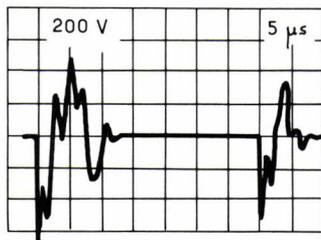
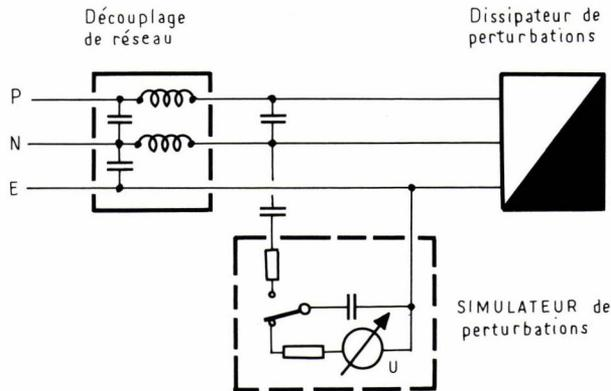

Fig. 5 : Graphe d'un phénomène, à haute énergie et tension très excessive, mesuré près d'une perceuse.
Fig. 19 : Simulation asymétrique de la tension perturbatrice.
Sur les quelques graphes ci-après sont représentées des tensions perturbatrices mesurées sur un réseau d'alimentation à faible tension dans le domaine temporel (fig. 5 à 8).
- les impulsions de surtension superposées à la tension d'alimentation, comme représenté aux figures 5 à 8. La figure 19 montre l'installation de simulation. La valeur crête de la tension atteint jusqu'à plusieurs kilovolts et les temps de montée et les largeurs d'impulsions vont de quelque 10^{-3} à 10^{-2} s.